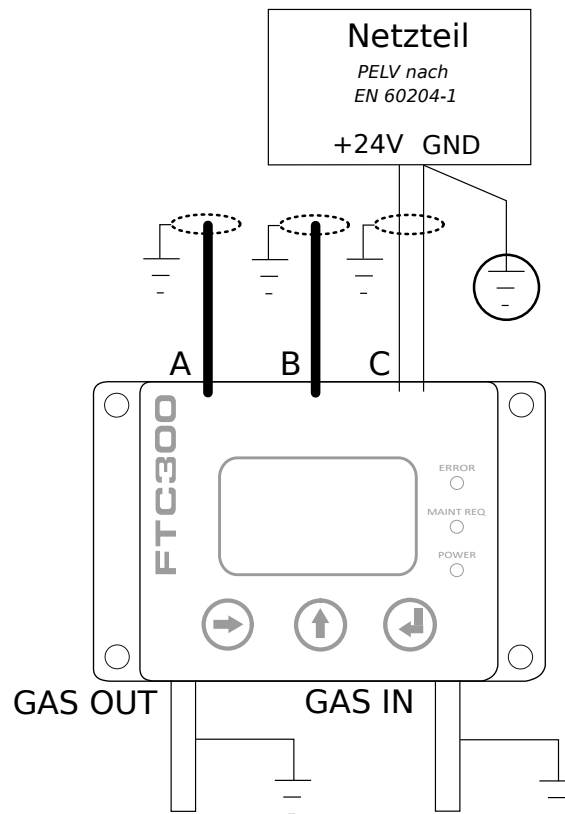

Abbildung 3.3: Erdung des FTC320
Für die elektrische Installation von Maschinen ist nach EN 60204-1 festgelegt, dass der versorgende PELV-Stromkreis an einem Punkt mit der Schutzerde (PE) zu verbinden ist. Wie in Abbildung 3.3 dargestellt, darf nur der Masseleiter mit PE verbunden sein. Die Kabelschirmungen der Kabel A, B, C sind auf der Funktionserde zu verbinden. Je nach örtlicher Gegebenheit sind auch die Gasanschlüsse zu erden. Es empfiehlt sich, die Anschlüsse mit niederohmigen, also kurzen Leitungen mit großem Durchmesser, zu verbinden. Der Erdkontakt sollte möglichst an einem Sternpunkt erfolgen.